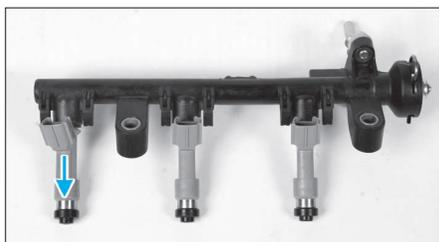

FIG. 62
- Extraire l'injecteur concerné (Fig.62).